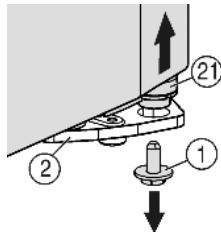
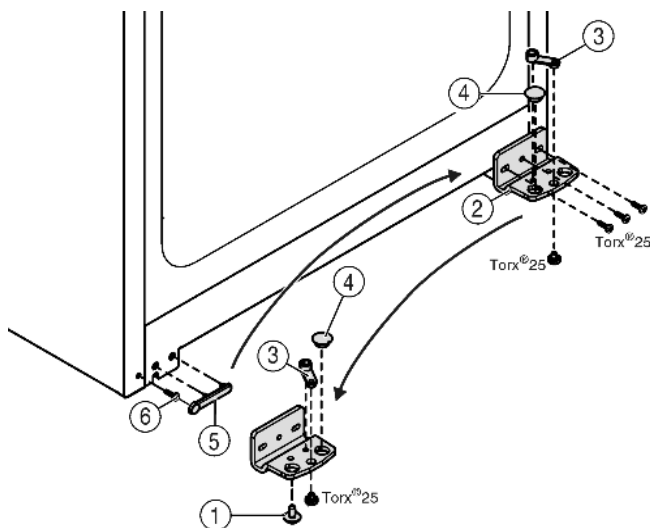

Fig. 4
Fig. 5
- ▶ Внизу справа на опорном кронштейне выкрутите фиксирующий винт *Fig. 4 (1)*.
- ▶ Опорный палец *Fig. 4 (21)* можно извлечь из опорного кронштейна *Fig. 5 (2)*.
- ▶ Если установочный винт *Fig. 4 (21)* не откручивается, его можно вынуть, нажав на него снизу.
- ▶ Открутите опорный кронштейн *Fig. 5 (2)*.
- ▶ Открутите опорную деталь *Fig. 5 (3)* и, переставив в отверстие на противоположной стороне опорного кронштейна, снова прикрутите.
- ▶ Извлеките заглушку *Fig. 5 (4)* из опорного кронштейна и переставьте ее в отверстие на противоположной стороне опорного кронштейна.
- ▶ Осторожно снимите крышку со стороны ручки *Fig. 5 (5)*.
- ▶ Выкрутите болт *Fig. 5 (6)* и вкрутите на противоположной стороне.
- ▶ Снова установите крышку *Fig. 5 (5)*.
- ▶ Снова прикрутите опорный кронштейн *Fig. 5 (2)* на новой стороне шарнира (**с моментом 4 Нм**). При необходимости используйте аккумуляторный шурупверт.
- ▶ Вкрутите фиксирующий винт *Fig. 4 (1)* внизу в опорный палец и затяните (с моментом 4 Нм).